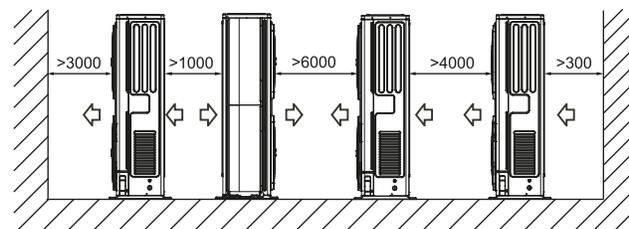

Figura 6.
- Não incline a unidade mais de 45°, ou vire-a de lado. Prepare a base de concreto de acordo com as especificações para unidades externas. (Ver Figura 6)